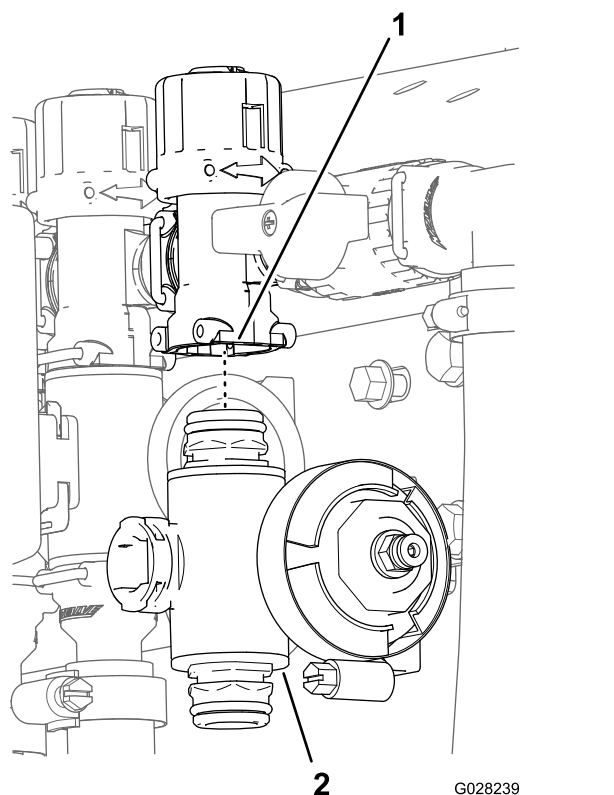

Рисунок 75
3. Клапаны левой или правой секций: отверните болты с фланцевыми головками и фланцевые контргайки, которые крепят клапан (клапаны) секции к опоре крепления клапанов, и снимите коллектор (коллекторы) клапанов с машины. Клапан средней секции: снимите коллектор клапана секции с машины (Рисунок 75).